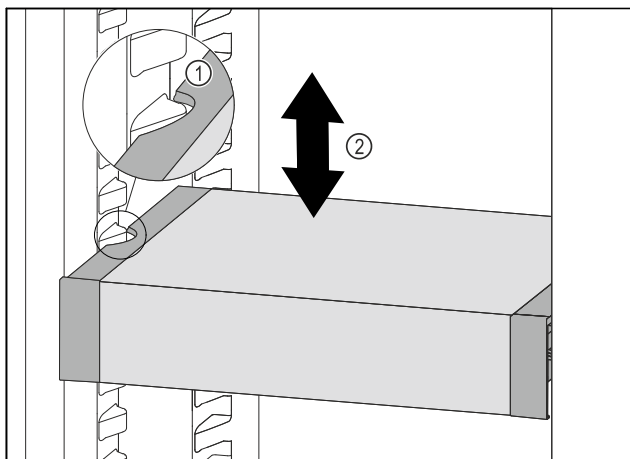

Fig. 179
- Táhněte VarioSafe dopředu, dokud nebudou boční vybrání VarioSafe na úrovni žebrování na nádoby v chladničce. Fig. 179 (1)
- Posouvejte VarioSafe v chladničce nahoru nebo dolů, dokud nedosáhnete požadované výšky. Fig. 179 (2)